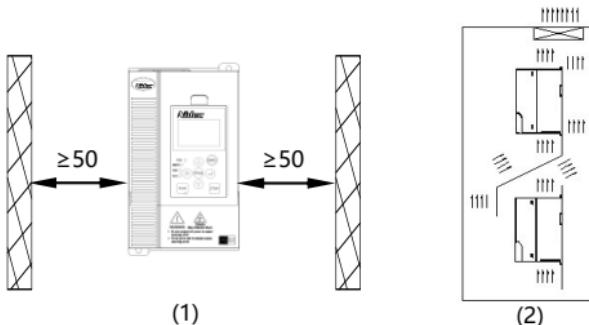

图 3-1 (1) 安装方向和空间 (2) 上下安装示意图
为了不使变频器冷却效果降低，请一定要纵向安装，如图 3-1 (1)所示，并确保一定的空间。
■ 变频器在柜内上下安装时，中间请加导流板，如图 3-1 (2)所示。